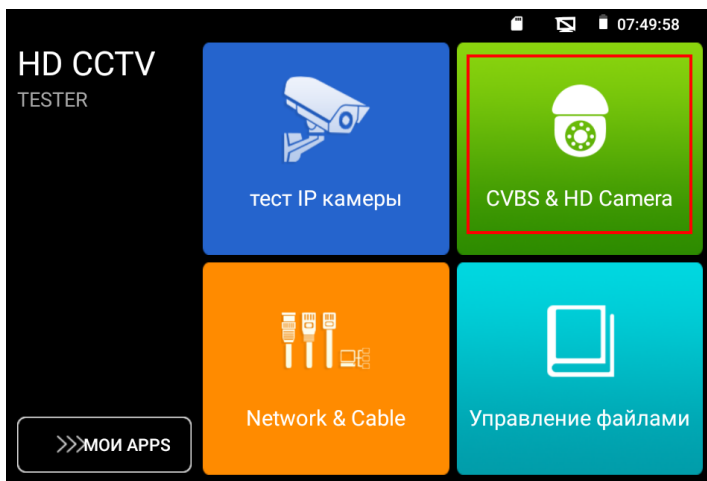

Рис. 5 Месторасположение и пример работы приложения AutoHD с CVI камерой
- Зайдите в раздел CVBS & HD Camera (рис. 5). В разделе CVBS & HD Camera вы сможете выбрать необходимое приложение для просмотра изображения с видеокамеры (CVI, AHD, TVI, HD CVBS) или приложение AutoHD (универсальный мультиформатный вариант приложения)